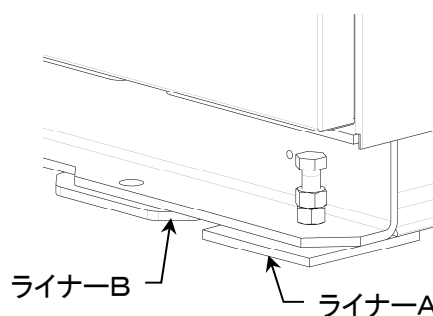

図4-3
- 1) 本機据付ベッドチャンネルに溶接された前後4箇所のボルト(M12)の下、及びアンカー固定板4箇所の下に付属の鉄板製ライナーを敷き機械をその上に据付けます。(図4-3)